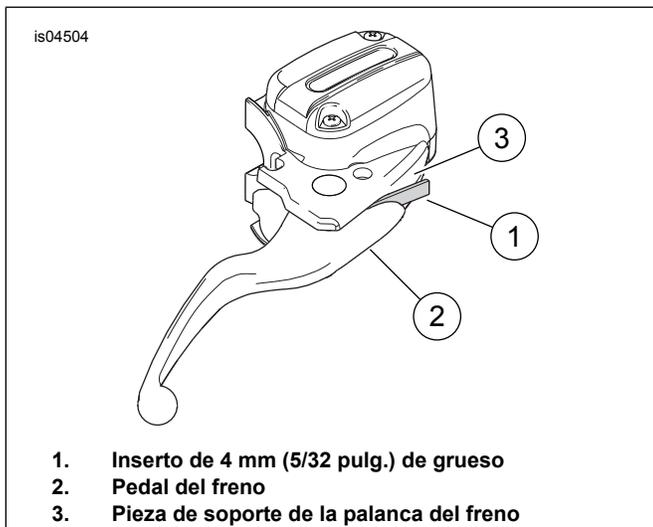

Figura 1. Protección del interruptor de la luz de parada
Use el ojal de una correa de cables si no dispone de un inserto de cartón. Vea la Figura 1.
Use el ojal de una correa de cables si no dispone de un inserto de cartón. Vea Figura 1
7. Coloque las juntas de cobre **nuevas** (6, incluidas en el kit) en cada lado del dispositivo de conexión de la línea del freno. Inserte el perno **nuevo** (5) a través de las juntas y el dispositivo de conexión. Enrosque el perno a la caja de la bomba y apriete a 17–20 N·m (13–15 ft-lbs).
8. Remueva el inserto de la palanca del freno. Vea Figura 1